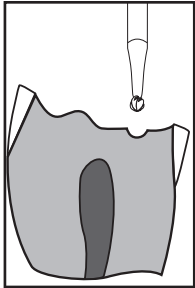

Figure 1
- A continuaci3n haga unas mellas poco profundas en el lugar del canal dando un de vuelta con una fresa insertada en un contra 3ngulo manual de altas revoluciones (**Fig. 1**).
- Creare delle leggere intaccature sui siti canale usando una fresa tonda di 1/4 in contro angolo ad alta velocit3 inserito nella presa di sostegno (**Fig. 1**).